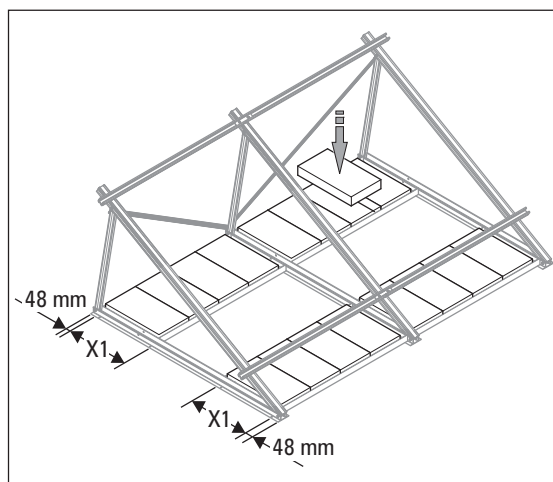
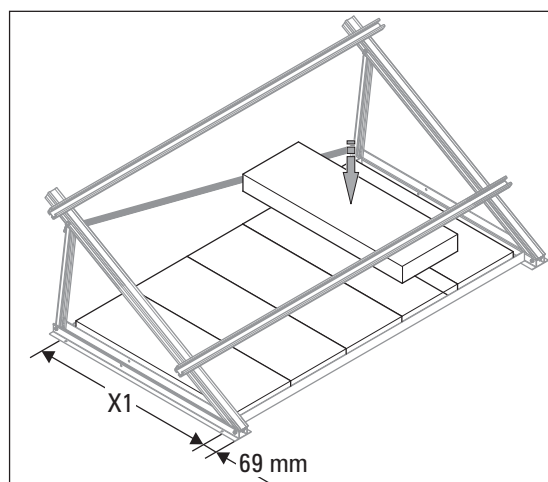

Fig. 3-13 Mise en place des plaques de béton (EKS26A)
Fig. 3-14 Mise en place des plaques de béton (EKSH26A)
16. Pour stabiliser le champ de capteurs contre l'aspiration du vent, placez les lestes (pour le support EKS26P : longueur 500 mm, pour l'ossature EKS26P : longueur 1000 mm) dans l'ossature pour toit-terrasse (fig. 3-13 resp. fig. 3-14).
3. Pour stabiliser le champ de capteurs contre l'aspiration du vent, placez les lests (pour le support EKSV26P : longueur 500 mm, pour l'ossature EKSV26P : longueur 1000 mm) dans l'ossature pour toit-terrasse (fig. 3-13 resp. fig. 3-14). Respectez les poids nécessaires indiqués dans le tab. 5-2 et le tab. 5-3 du chapitre 5.